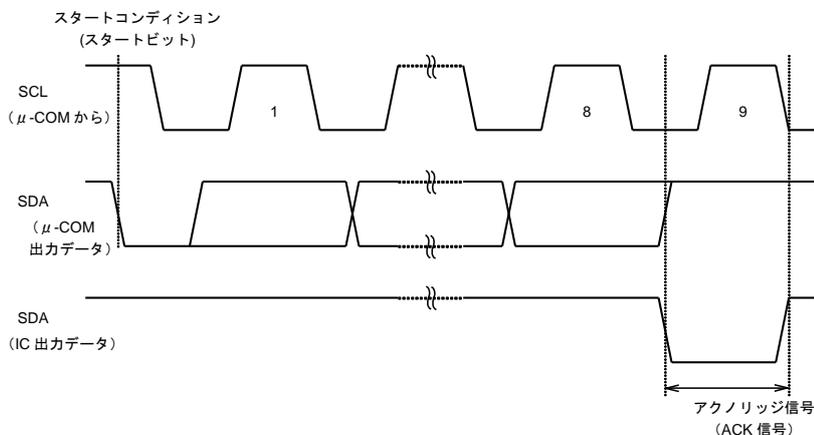

Figure 38. アクリッジ信号(ACK 信号)応答
- ・ 各々のリード動作は、8 ビットデータ(リードデータ)を出力し、アクリッジ信号(ACK 信号)“LOW”を検出します。アクリッジ信号(ACK 信号)が検出され、且つマスター(μ -COM)側からストップコンディションが送られて来ない場合には、この IC はデータの出力を続けます。アクリッジ信号(ACK 信号)が検出されない場合には、この IC はデータ転送を中断し、ストップコンディション(ストップビット)を認識して、リード動作を終了します。そして、この IC は待機状態に入ります。(Figure 38.アクリッジ信号(ACK 信号)応答を参照ください。)